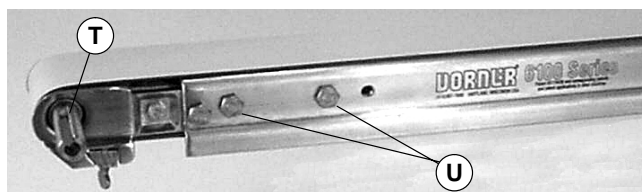

Abbildung 3
### 2. Antriebswelle ausfindig machen (T siehe Abbildung 3) und zwei (2) Schrauben entfernen (U).